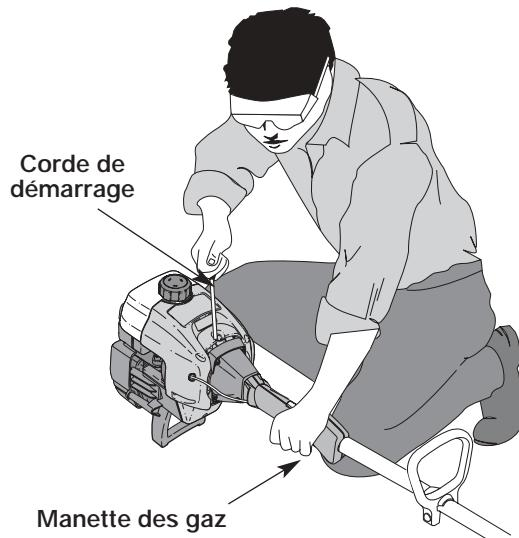

Figure 8
AVERTISSEMENT : évitez tout démarrage accidentel. Tenez-vous en position de démarrage lorsque vous tirez la corde de démarrage (Fig. 8). L'opérateur et l'appareil doivent tous deux être en position stable pour éviter des blessures graves.
5. L'appareil étant prêt à démarrer (Fig. 8), mettez la manette des gaz à pleins gaz. Tirez brusquement sur la corde de démarrage 5 fois de suite, le levier étant en position d'étranglement **MAXIMUM (A)**. Si le moteur essaie de démarrer avant le cinquième tir, passez à l'étape 6.
7. Tirez brusquement sur la corde de démarrage 1 à 3 fois pour démarrer le moteur (Fig. 8).
1. Relâchez la manette des gaz (Fig. 8). Laissez le moteur se refroidir au ralenti.